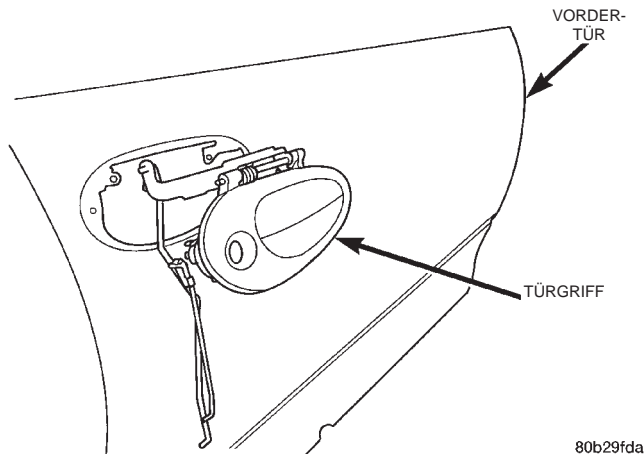

Abb. 72 Türaußengriff/Vordertür
(1) Türverkleidung abbauen.
(2) Wasserschutzfolie nach Bedarf abziehen.
(3) Scheibe ausbauen.
(4) Halteclips lösen, mit denen das Verbindungselement der Türverriegelung und das Verbindungselement des Türschlosses an der Türverriegelung befestigt ist.
(5) Verbindungselemente von der Türverriegelung lösen.
(6) Befestigungsschrauben durch die Zugangsöffnung lösen, mit denen der Griff am Türinnenblech befestigt ist (Abb. 72).
(7) Türgriff von der Tür abbauen.